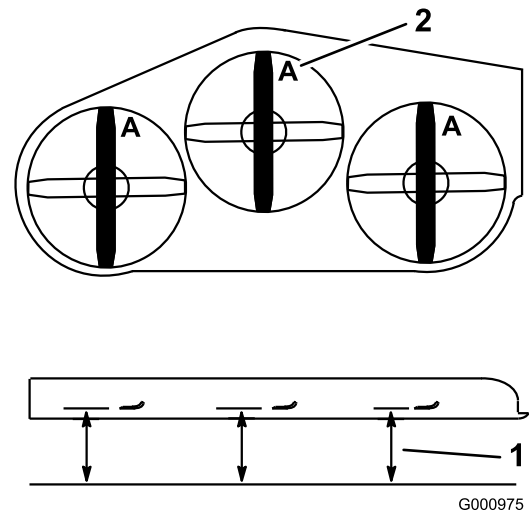

Figura 79
3. Rode as lâminas até as suas extremidades se encontrarem viradas para a frente e para trás. Meça desde uma superfície nivelada até à extremidade de corte, posição A, das lâminas (Figura 79). Anote esta medida.